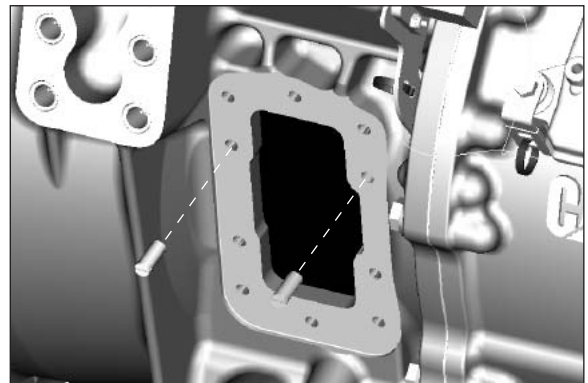

Abb. 3
3. Die Führungsbolzen bis zum Anschlag mit einem Schraubendreher einschrauben (**Abb. 3**) (siehe Seite 40).